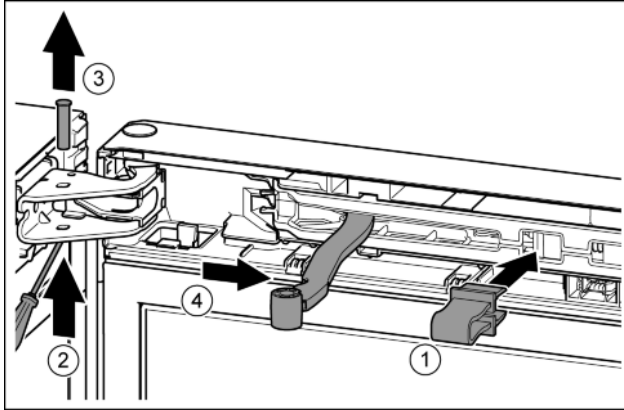

Fig. 13
- Introduire l'arrêt.oir dans l'ouverture. *Fig. 13 (1)*
- Desserrer le boulon avec un tournevis. *Fig. 13 (2)*
- Sortir le boulon par le haut. *Fig. 13 (3)*
- Tourner l'articulation en direction de la porte. *Fig. 13 (4)*